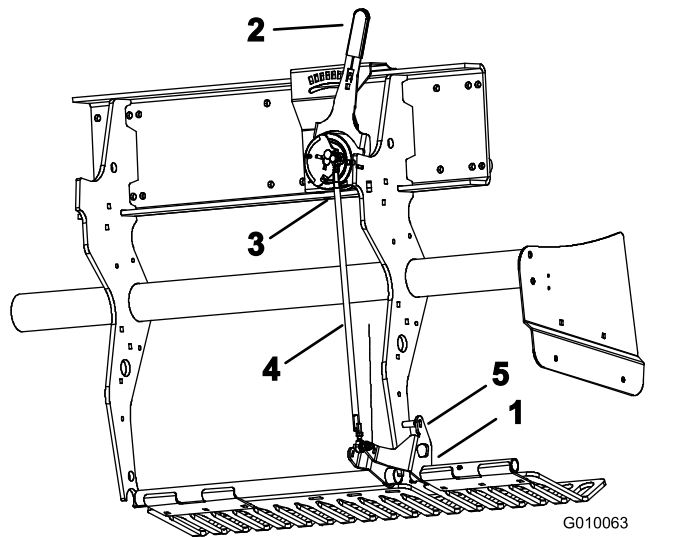

図 59
2. 左ターフガード取り付けブラケット 図 59 を上に回して、固定ピン5/16" のドリルビットやボルトなどを、ブラケットと深さ設定チューブの間に挿入する。
3. タイン深さレバー 図 59 を H に設定一番深い設定にする。
4. アウトボード・ボールスイッチ 図 59 をワイヤハーネスヘッド降下スイッチから外す。
5. 深さ調整タイロッドのジャムナット左右をゆるめる 図 59。